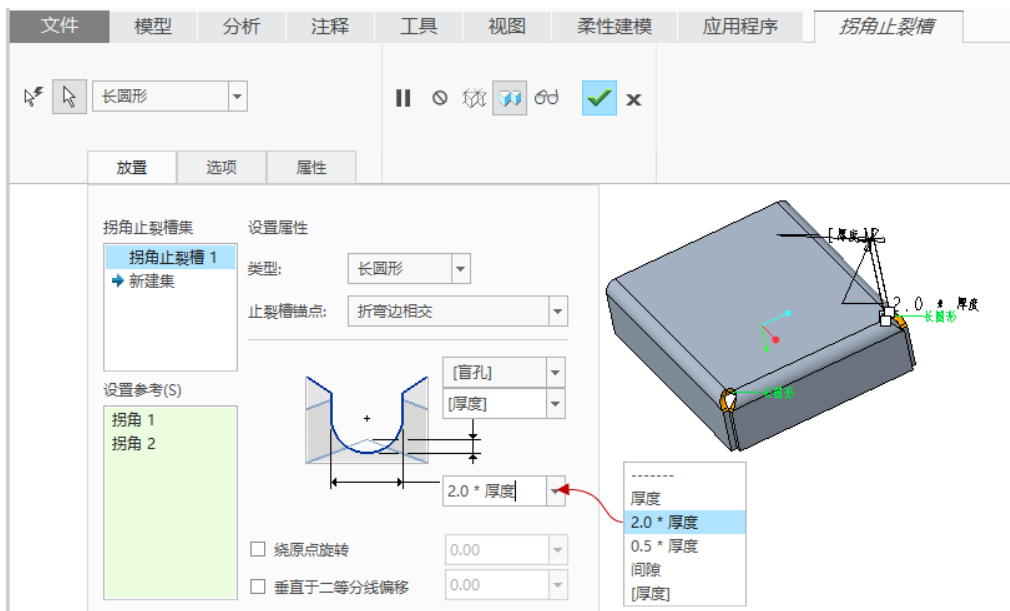

图 3-60 设置“长圆形”类型拐角止裂槽选项和参数
(3) 从“类型”下拉列表框中选择“长圆形”类型选项, 并打开“放置”面板, 设置“止裂槽锚点”选项为“折弯边相交”, 并设置相应的参数和选项, 如图 3-60 所示。